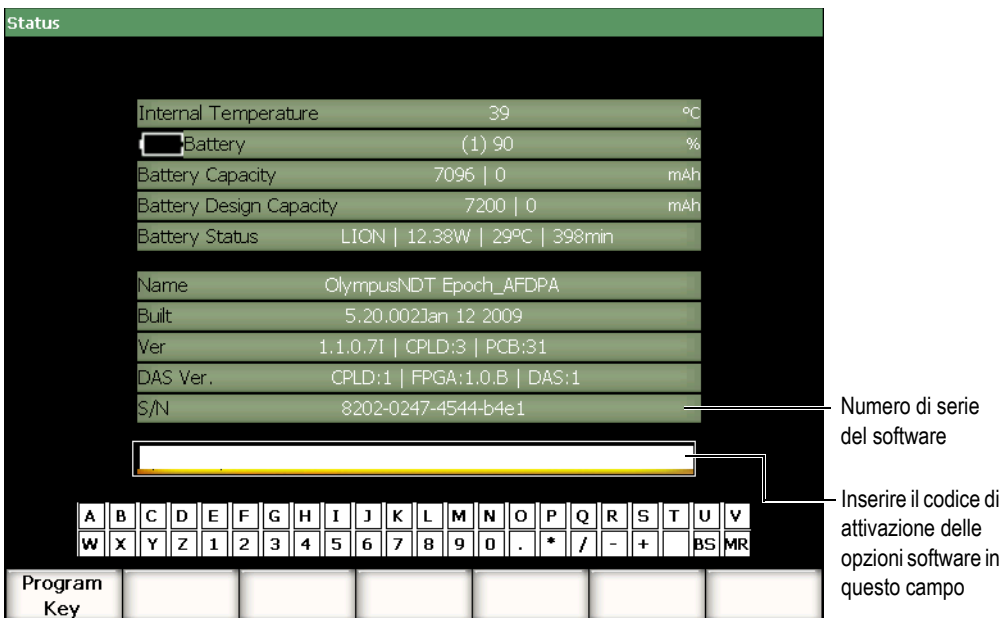

Figura 11-1 La finestra di dialogo per l'inserimento del codice di attivazione per le opzioni software
1. Selezionare **3/5 > Inst Setup > Status** (stato) per aprire la pagina di configurazione **Status** illustrata nella Figura 11-1 alla pagina 206.
5. Utilizzando la tastiera virtuale inserire il codice di attivazione nel campo situato al di sopra della tastiera virtuale (vedi Figura 11-1 alla pagina 206).